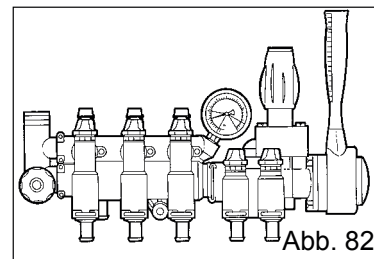

Abb. 82
- mit manueller Steuerung (Abb. 82).